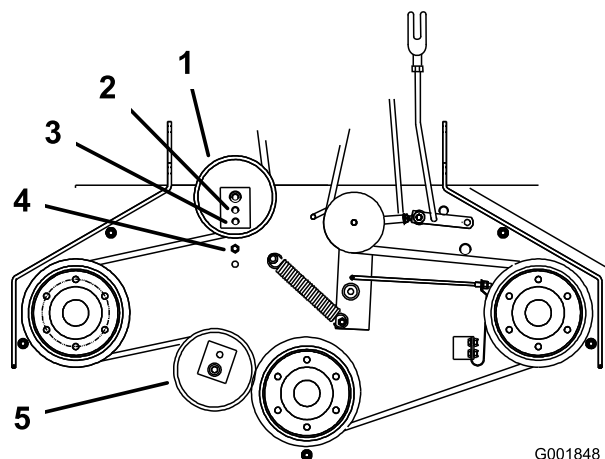

Figure 40
- S'il n'est plus possible de régler le tendeur et que la courroie est encore détendue, il faut repositionner la poulie de tension arrière au trou central ou avant (Figure 40). Utilisez le trou qui donnera le réglage correct.
- Lorsque la poulie de tension est déplacée, le guide de courroie doit l'être aussi. Placez le guide de courroie à la position avant (Figure 40).